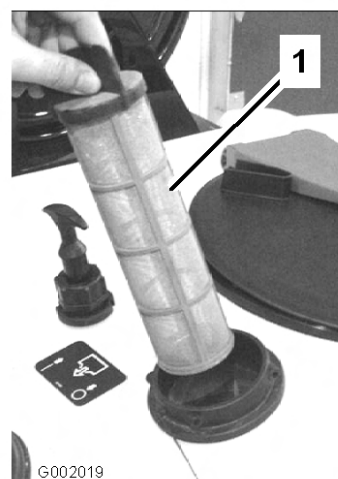

Figura 63
- Retire el filtro de aspiración del orificio (Figura 63).